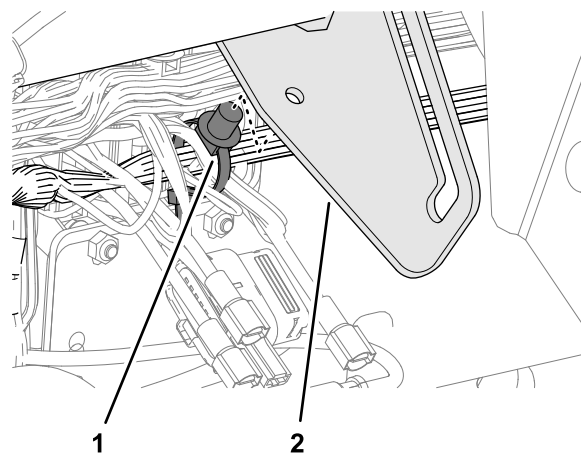

Рисунок 192
1. Снимите вставной держатель, который крепит жгут проводов машины к кронштейну опорной стойки (Рисунок 192).